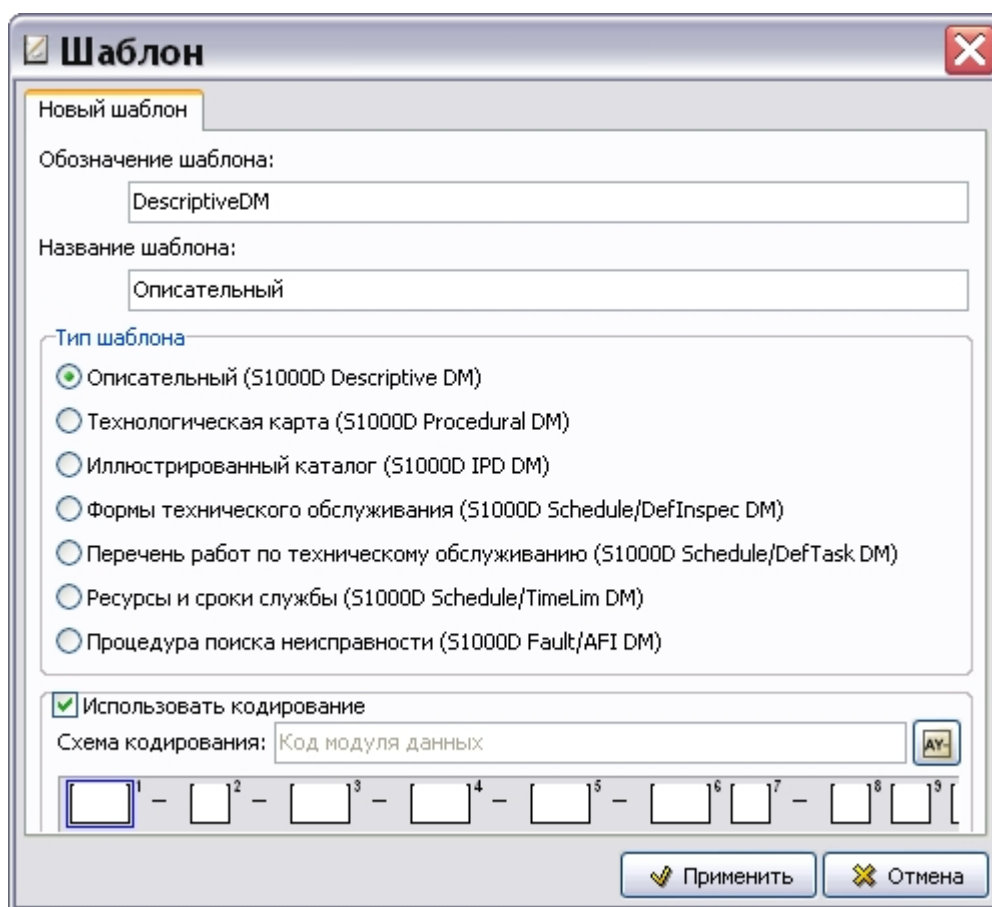

Рис. 3.4
4. Нажмите на кнопку . После этого произойдёт возврат в диалоговое окно **Шаблон** (Рис. 3.4).